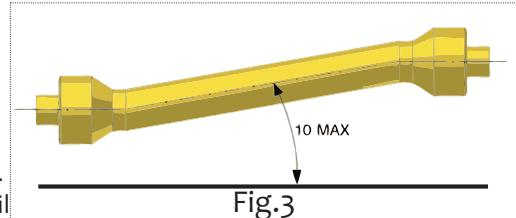

Fig.3
- Disinserire la presa di forza quando l'albero cardanico fa un angolo troppo aperto (mai oltre i 10 gradi , Fig. 3) e quando non viene usata.